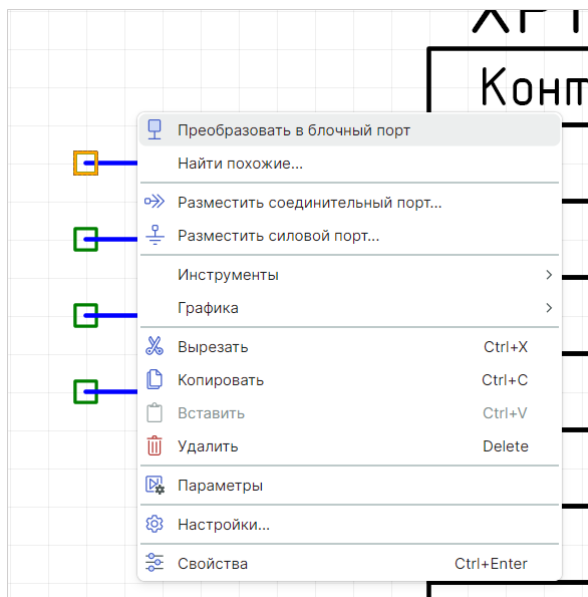

Рис. 267 Размещение блочного порта на свободном окончании цепи
1. Выберите свободное окончание цепи, вызовите контекстное меню и выберите пункт «Преобразовать в блочный порт», см. Рис. 267.